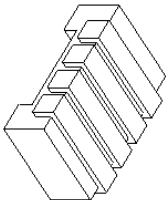

图 7.5.11 阵列后
Step6. 单击阵列操控板中的“完成”按钮，此时即得到图 7.5.11 所示的元件 2 的阵列。